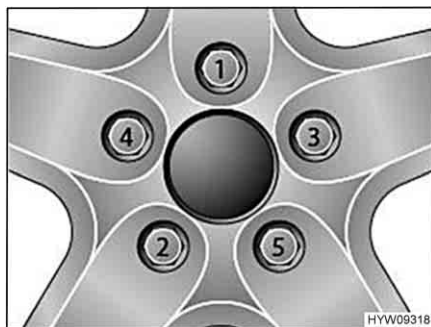

Fig. 230 Serraggio a croce di dadi delle ruote e bulloni delle ruote
- Serrare i dadi delle ruote o i bulloni delle ruote nell'ordine riportato in Fig. 230. A tale scopo, utilizzare una chiave dinamometrica e rispettare la coppia di serraggio indicata (vedi paragrafo 13.5.2).
- Controllare regolarmente il serraggio dei dadi o dei bulloni. Regolare il serraggio dei dadi delle ruote o dei bulloni delle ruote di una ruota sostituita dopo circa 50 km. A tale scopo, procedere seguendo l'ordine indicato in Fig. 230.
- Se si utilizzano cerchioni nuovi o riverniciati, regolare il serraggio dei bulloni o dei dadi dopo altri 1000 - 5000 km. A tale scopo, procedere seguendo l'ordine indicato in Fig. 230.
- ▷ Serrare a croce i dadi o i bulloni delle ruote (Fig. 230).